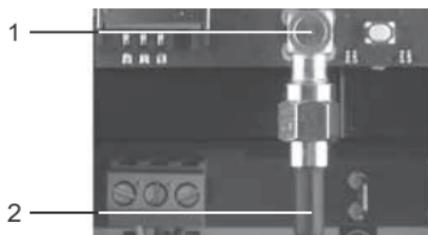

Fig. 2 Clavija SMA-M
Conectar el cable de la antena (pos. 2) al módulo GSM (pos. 1) con una clavija directa SMA-M. Ver fig. 2.